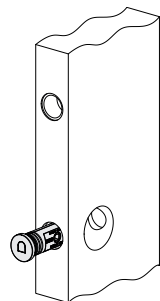

Fig. 1
2. Inserire la serratura nella sede, presatando attenzione ad orientarla in asse con la porta (Fig.1).
Enter the lock in the seat, taking care to orient aligned with the door (Fig.1).